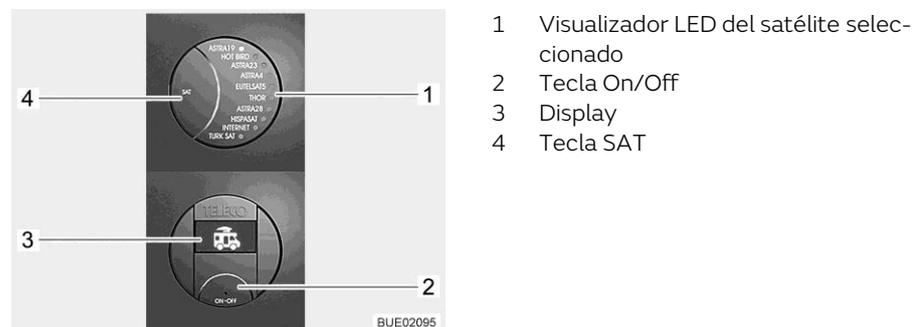

Fig. 59 Panel de mando (TeleSat)
- Pulsar la tecla On/Off (Fig. 59,2). El visualizador LED del satélite seleccionado (Fig. 59,1) y la iluminación de fondo de las teclas están encendidos. En el display (Fig. 59,3) aparece el símbolo del vehículo con antena retraída.
- Volver a pulsar la tecla On/Off (Fig. 59,2). La instalación está conectada. Si la antena había estado retraída, ahora se extenderá a la posición de servicio. Si ya está parpadeando el LED del satélite deseado (Fig. 59,1), esperar algunos segundos. La antena se estará alineando automáticamente con este satélite (la última posición del satélite se guardará después de desconectar). Cuando la instalación ha localizado el satélite, el LED (Fig. 59,1) se encenderá de modo permanente y en el display (Fig. 59,3) se visualizará "SAT OK".
- Pulsar la tecla SAT (Fig. 59,4) repetidamente hasta que el LED (Fig. 59,1) indique el satélite deseado. La antena se alineará automáticamente con este satélite.
Cuando la instalación ha localizado el satélite, el LED (Fig. 59,1) se encenderá de modo permanente y en el display (Fig. 59,3) se visualizará "SAT OK".
- Pulsar la tecla On/Off (Fig. 59,2). El visualizador LED del satélite seleccionado (Fig. 59,1) y la iluminación de fondo de las teclas están encendidos. En el display (Fig. 59,3) se visualizará el satélite actualmente seleccionado.
- Volver a pulsar la tecla On/Off (Fig. 59,2). La antena parabólica se retrae. Cuando la antena está completamente retraída, se visualizará el símbolo del vehículo con antena retraída en el display. La instalación cambiará al modo de espera después de algunos segundos.